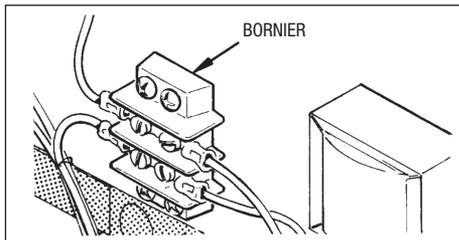

Figure 17. Borneur pour interrupteur pompier ou câblage de télécommande.
Une télécommande de type arrêt-marche peut être connectée en retirant le cavalier sur le borneur se trouvant dans le compartiment de contrôle, se reporter à la figure 17 et en connectant les deux (2) fils de la télécommande aux deux (2) bornes sur le borneur. Ce type de télécommande permet d'activer et de désactiver l'appareil de chauffage, mais ne permet pas de basculer entre les deux (2) contrôleurs de température sur le panneau de commande de la température ni les réglages de températures.